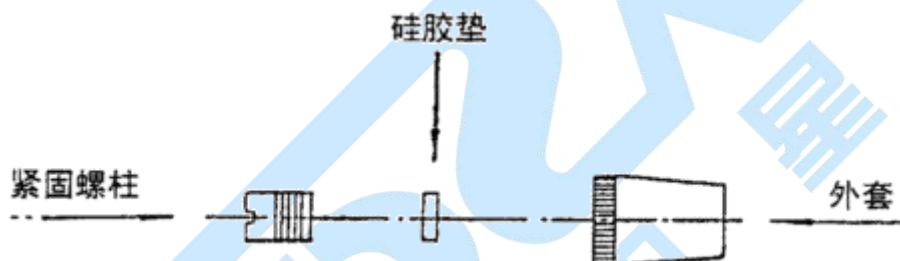

图 3
- 2) 把硅胶装入干燥管中，注意不要把硅胶粉末装入。然后将试样注入口的旋塞装好（见图 3）。